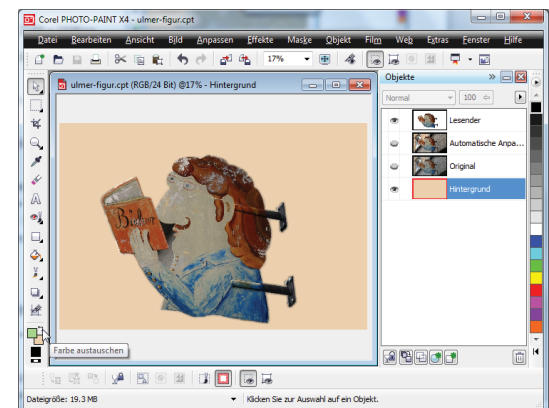

Abb. 10-76: Freigestelltes Motiv vor neutralem Hintergrund
Ziel: Freistellen des Details *Lesender* vor ideal einfarbigem Hintergrund, farblich an das Motiv angepaßt (Abb. 10-76)
- Ebene *Automatische Anpassung* ausblenden, Ebene *Lesender* einblenden (Abb. 10-76).
- Detail *Lesender* freistellen: Vorgehen wie im Kapitel 10.11.8 beschrieben ► (Abb. 10-76), anschließend die Ebenen *Original* und *Automatische Anpassung* löschen.